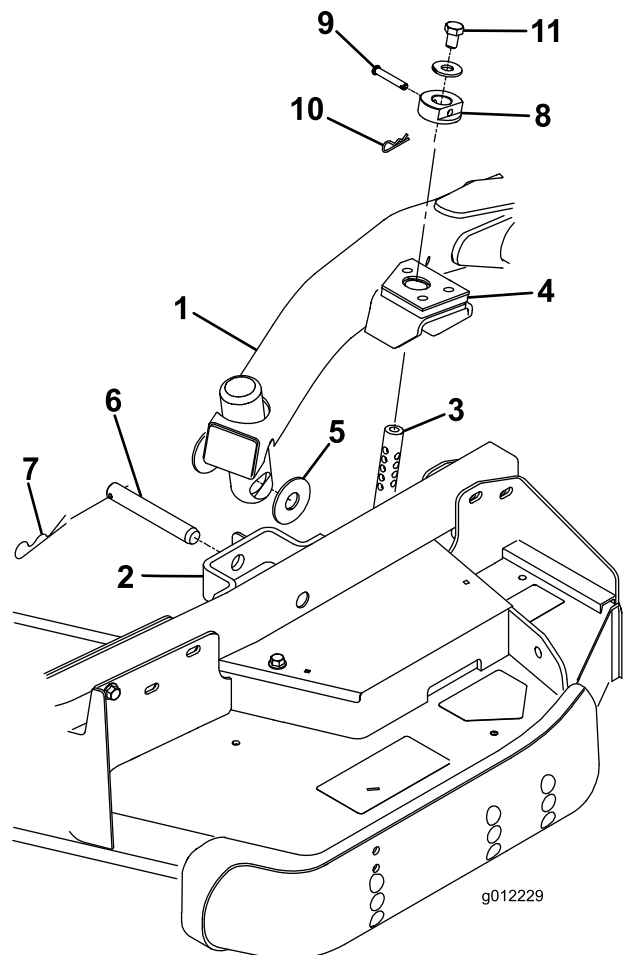

図 4
2. 昇降レバーをフロート位置とする。昇降アームを押し下げて、昇降アームについている穴とキャスタアームのブラケットについている穴を整列させ、昇降アームのパッドに刈高ロッドを挿入できるようにする(図 4)
3. スラスト・ワッシャ 2 枚、クレビス・ピン、ヘアピン・コッターを使って、昇降アームをキャスタ・アームに固定する。スラスト・ワッシャは昇降アームとキャスタ・アーム・ブラケットの間に入れる(図 4)コッター・ピンを、キャスタ・アーム・タブのスロットに差し込んで固定する。
(図 4)できれば、クレビス・ピンの頭をデッキの前に向けておく。
8. 刈高ロッドのそれぞれの上部に、ボルト (1/2 x 3/4 inch) とワッシャを取り付ける (図 4)。